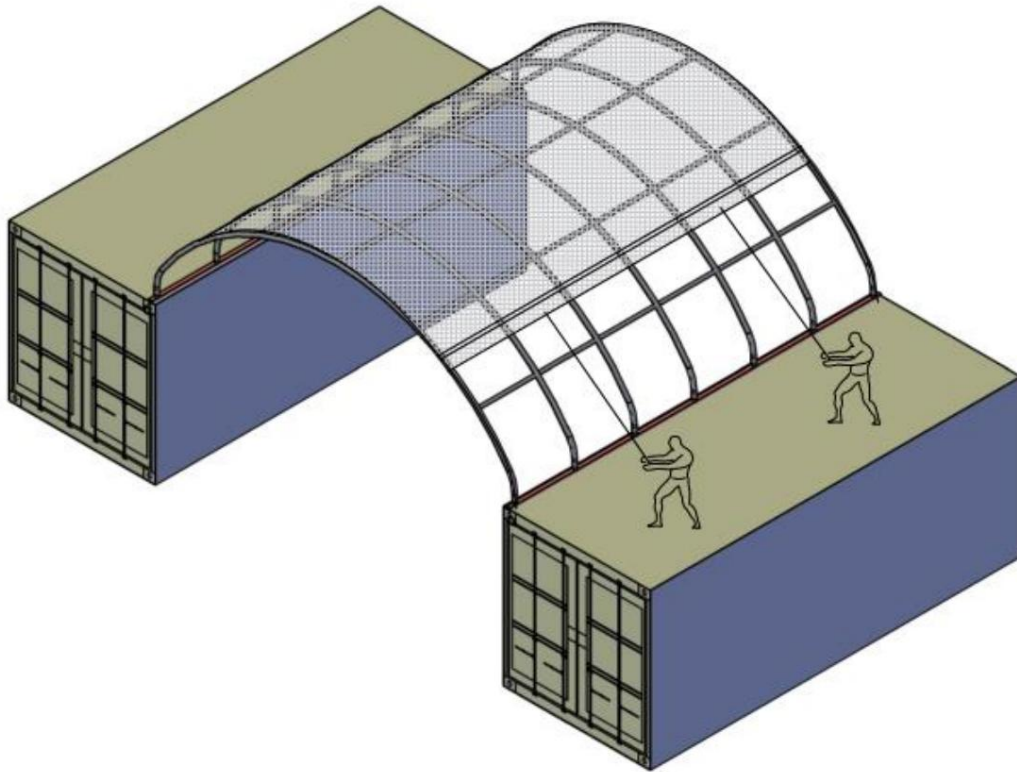

Figure 6
3. Découpez des poches en fonction de la position des plaques de base et insérez les tubes de tension inférieurs pour la couverture de toit (référence 7) dans ces poches. Utilisez ensuite la corde (référence 11) pour fixer les tubes de tension inférieurs comme indiqué sur les figures 6 et 7.